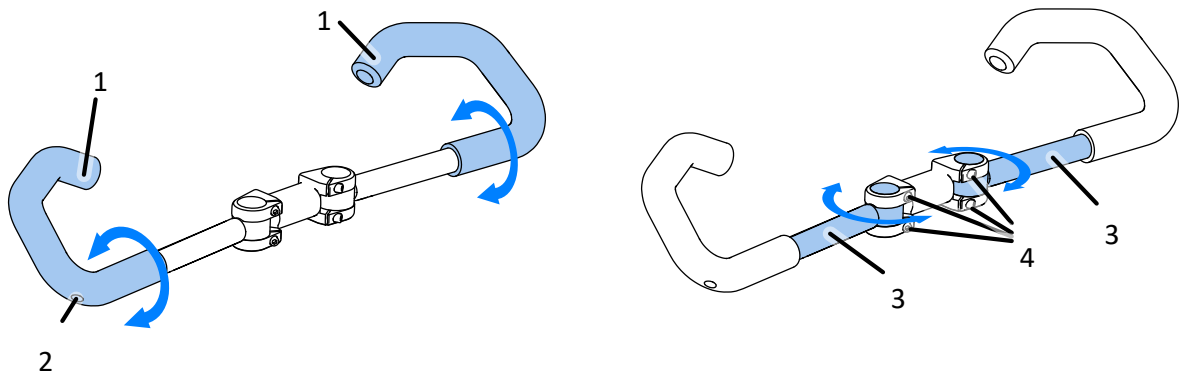

Abb. 15
- Klappbar - Abb. 15
Der klappbare Lenker (Abb. 15) hat eine zusätzliche Winkelverstellung der Lenkerecken (1). Die Ecken (1) können durch Lösen der Schrauben (2) an den Seiten des Lenkers in Bezug auf die Lenkergriffachse gedreht werden. Es ist auch möglich, die Position der Lenkerarme (3) und in Bezug auf die Achse des Lenkerbrücke einzustellen. Lösen Sie dazu die Schrauben (4) an der Innenseite der Brücke.